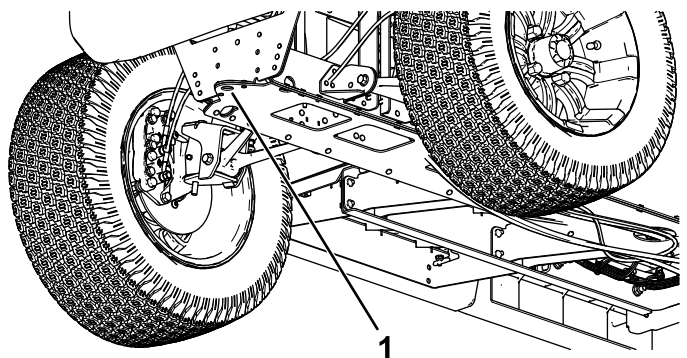

Figura 28
- El punto de elevación de la parte delantera de la máquina se encuentra en la parte delantera del bastidor, detrás del punto de remolque (Figura 28).